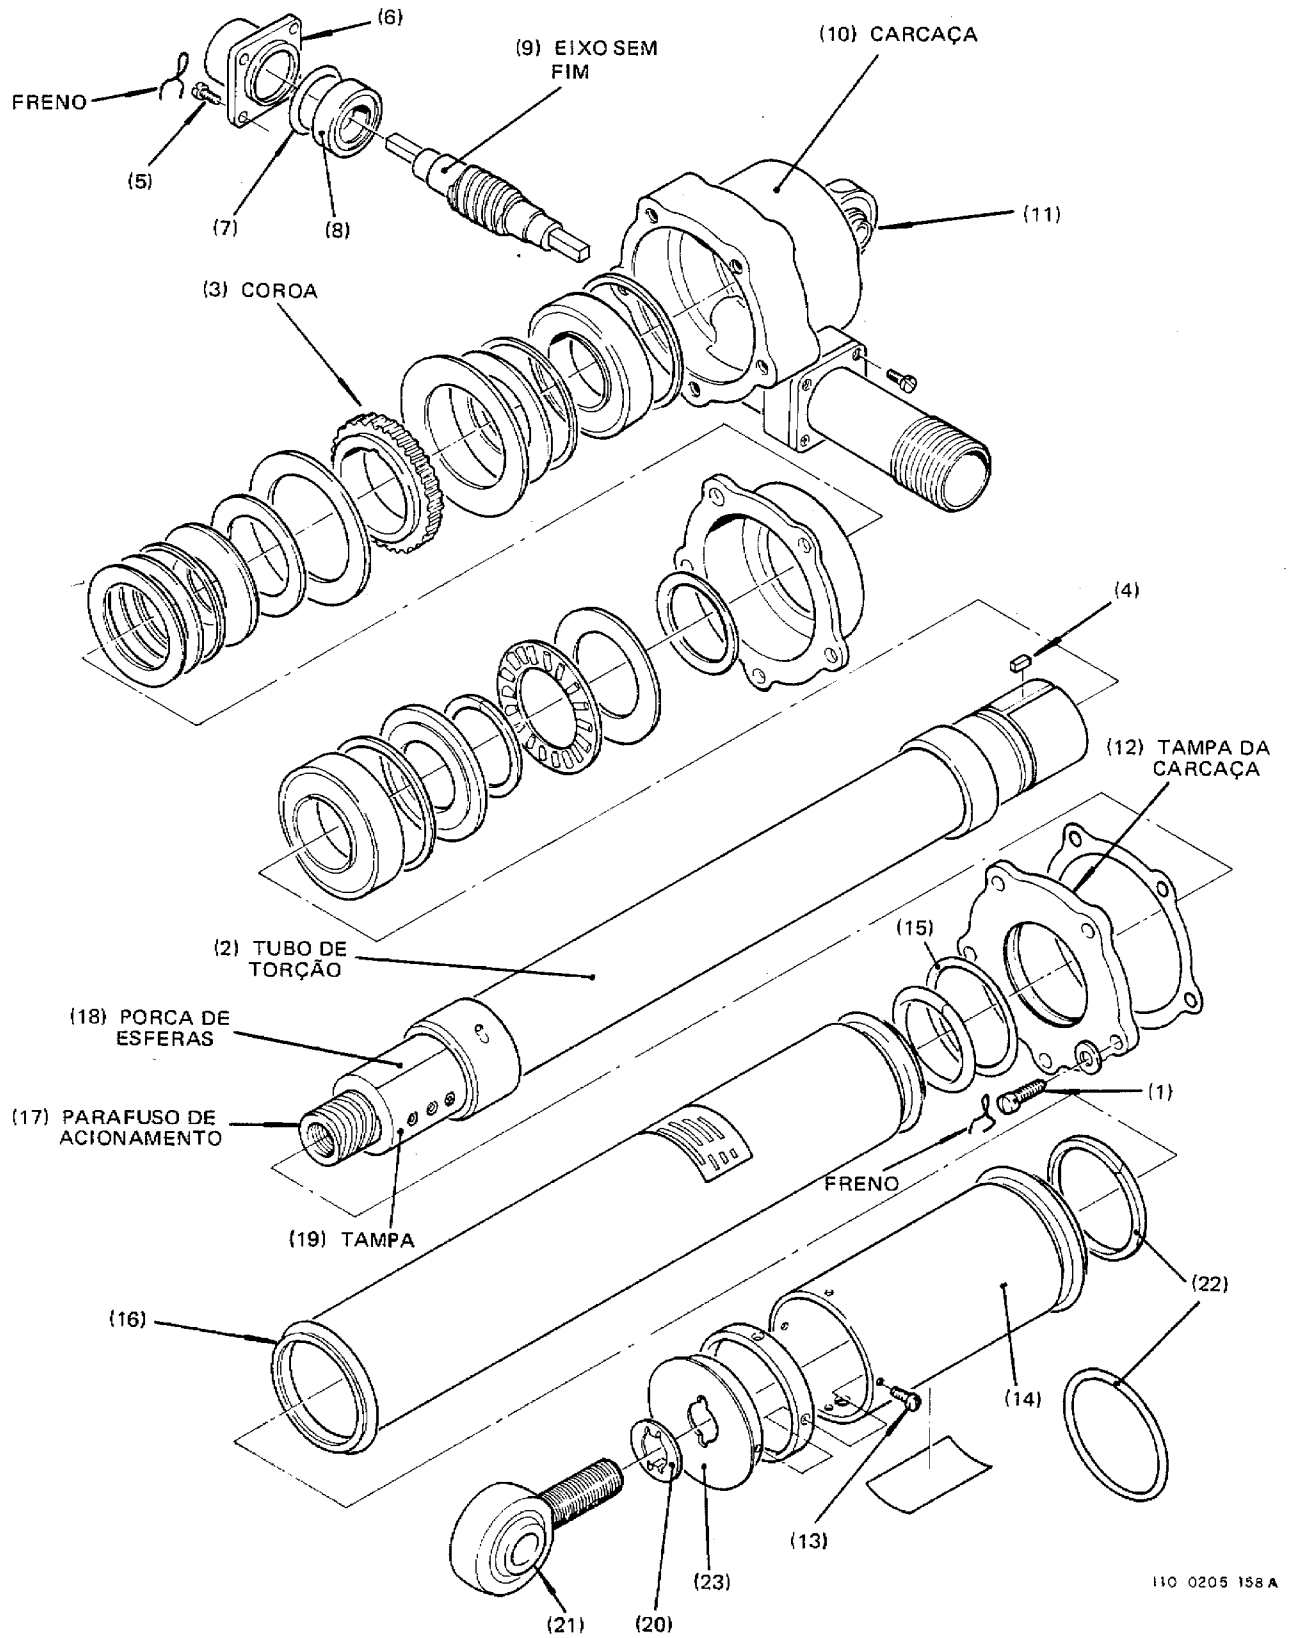

Figura 5-12. Inspeção de Bancada do Atuador Linear do Flape
2. Corte o freio e remova os cinco parafusos (1) de fixação da tampa da carcaça do atuador (figura 5-12).
- b. Remova o parafuso superior (1) junto à caixa de redução (10).
- c. Introduza, através do orifício do parafuso removido, graxa especificação MIL-G-23827, em quantidade suficiente para preencher 90 a 95% da caixa de redução (10).
- e. Instale o parafuso superior (1).
- f. Lubrifique o parafuso de acionamento (5), recolhendo e estendendo pelo menos três vezes o atuador e pincelando-o com graxa especificação MIL-G-23827.
- g. Limpe o tubo de torção (11), eliminando completamente a graxa que nele esteja depositada.
39. Frene os cinco parafusos (1) de fixação da tampa da carcaça (veja a figura 5-12).
40. Instale o anel de vedação (15) da capa primária (16).
41. Monte a capa secundária (14) na tampa (23) da extremidade do parafuso de acionamento, fixando-a com os quatro parafusos (13).
42. Frene os quatro parafusos (13) de fixação da capa secundária.